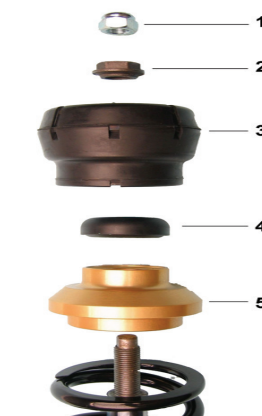

Fig. 5
- **Fig. 5** Original-Federbeinkugellager (4) und -Stützlager (3) aufstecken und mit der Originalkolbenstangenmutter (2) festschrauben (60 Nm).
- **Fig. 5** Position the original McPherson strut ball bearing (4) and support bearing (3) and screw on using the original piston rod nut (2) (60 Nm).
- **Fig. 5** Insérer le roulement à billes (4) et le palier de soutien (3) de la jambe élastique d'origine et les visser solidement (60 Nm) avec l'écrou de la tige de piston d'origine (2).
- **Fig. 5** Insertar los rodamientos de bolas originales del amortiguador (4) y los cojinetes de apoyo (3) y fijarlos (60 Nm) con la tuerca original del vástago del pistón (2).